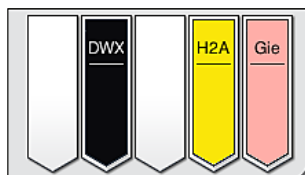

Fig. 87
- Når et stativ har kjørt gjennom hele fargeprosessen, transporteres det til utmatingskuffen (→ "Fig. 19-4") og plasseres i en ledig posisjon (→ "Fig. 87"). Brukeren hører en signallyd og får en informasjonsmelding som informerer om dette.